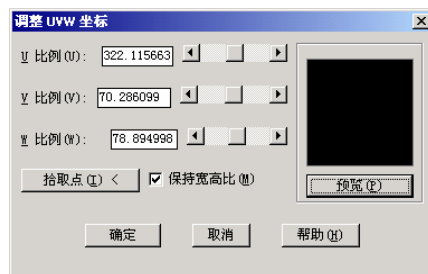

图 6-62 调整贴图三维坐标
①在“平行轴”组框中,可以指定一个与贴图球面极轴平行的轴线。除了选择 WCS 中的 X、Y 和 Z 轴作为平行轴之外,也可以选择“拾取的轴”单选按钮,使用用户指定的轴线。
②单击“拾取点”按钮,将显示绘图窗口,由用户指定投影的球面。首先需要依次指定贴图球体的中心点、贴图球体的半径(朝北)和指向接缝(轮廓线)的方向,然后返回对话框,此时“平行轴”组框中的“拾取的轴”单选按钮将被选中。
③其他各控件的作用同前。
(4) 在“贴图”对话框的“投影”组框中,选择“实体”单选按钮,可以将指定对象的贴图投影方式设置为实体投影。然后单击“调整坐标”按钮,在弹出的对话框中调整贴图三维坐标,如图 6-62 所示。
①在“U 比例”、“V 比例”和“W 比例”三个文本框中,可以分别设置三个贴图方向上的坐标,以转换大理石、花岗石或木材等三维材质。
②单击“拾取点”按钮,将显示图形窗口,首先需要依次指定三维贴图坐标系的原点及三个轴(U、V 和 W 轴),然后返回对话框。
③选中“保持宽高比”,可以同时锁定贴图坐标系中三个轴的值,以保持实体材质的宽高比。此时,修改一个轴时,另外两个轴也会相应改变。
④单击“预览”按钮,可以在其上方的图像控件中显示选定材质的位图图像及其贴图坐标。
(5) 在“贴图”对话框中单击“取自”按钮,将显示图形窗口。用户可以在图形窗口中选择一个具有贴图坐标的对象,返回对话框后该对象的贴图设置将成为当前的贴图设置。
(6) 在“贴图”对话框中单击“复制到”按钮,将显示图形窗口。用户可以在图形窗